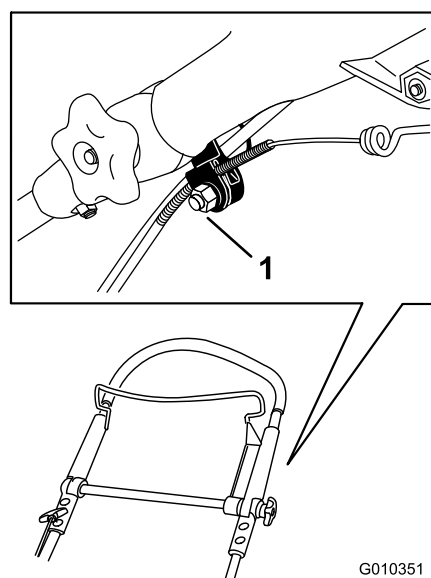

Figure 46
1. Desserrez l'écrou sur le support du câble (Figure 46).